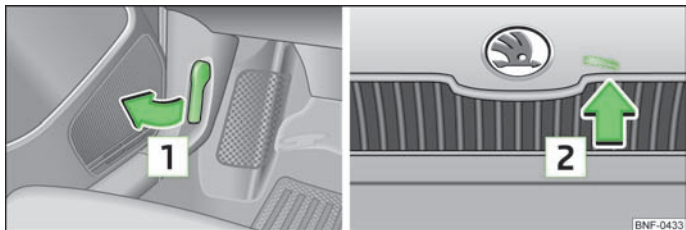

Fig. 95 Sbloccaggio del cofano motore
- In corrispondenza della leva di sbloccaggio sotto la plancia **1** tirare nella direzione indicata dalla freccia » fig. 95.
- Premere la leva di sbloccaggio in direzione della freccia **2** » fig. 95, il cofano motore si sbloccherà.